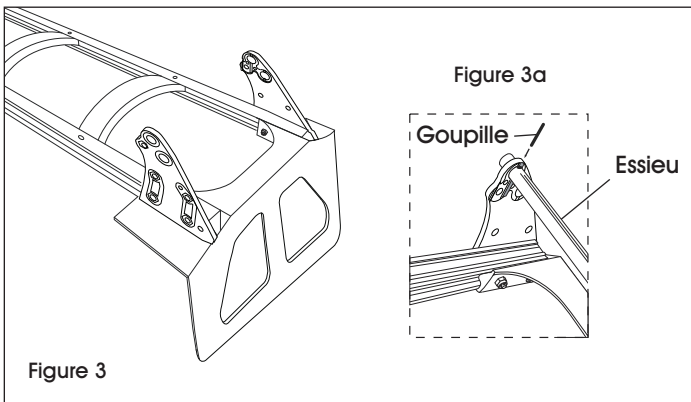

Figure 3
1. Posez le diable vers l'avant de sorte que les supports d'essieu soient orientés vers le haut. (Voir Figure 3)